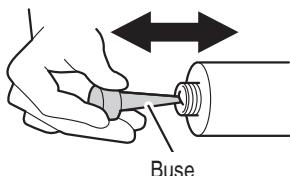

Fig. 18
(2) Retirez la buse et utilisez l'extrémité coupée pour briser la membrane à l'intérieur de la cartouche, puis replacez-la dans sa position d'origine. (Fig. 18)